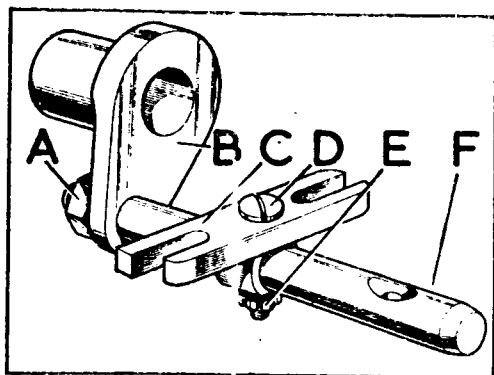

Fig. C1-57 Eje de las barras correderas
- 3.2.1. Fijar el casquillo de conexión, B (Fig. C1-57) al eje, F, y dejar sin apretar la tuerca, A, en esta fase.
- 3.2.2. Fijar la pieza de conexión, C (Fig. C1-57) al eje, en la forma que se indica en la figura, teniendo en cuenta la posición relativa del agujero --avellanado del otro extremo del eje.